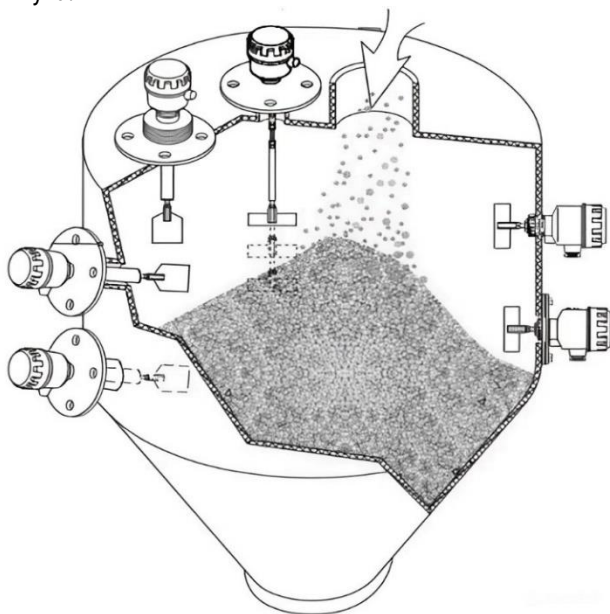

Рисунок 4 – Монтажные положения
4.3. РДУ разрешается устанавливать на емкости сверху или сбоку, на требуемой для выполнения измерений высоте (см. рисунок 4), обеспечивающем удобство эксплуатации и доступа к приводу. Не допускается установка на дно емкости и установка лопастью вверх. Складные лопасти монтируются в сложенном состоянии, раскрываясь в рабочее положение под действием пружины внутри емкости. Муфтовые лопасти устанавливаются на вал после монтажа РДУ.